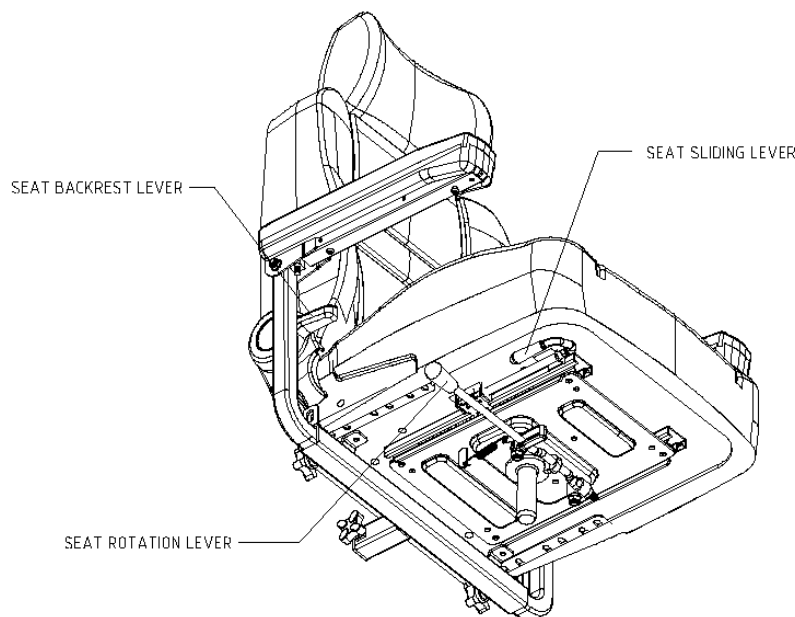

Abbildung 12: Sitzeinstellungen (von unten gesehen)
1. Heben Sie den Verstellhebel für die Rückenlehne an, während Sie Ihren Rücken fest gegen die Lehne gedrückt halten und lehnen Sie sich nach vorne oder nach hinten, um den Winkel der Rückenlehne einzustellen (Abb. 12).